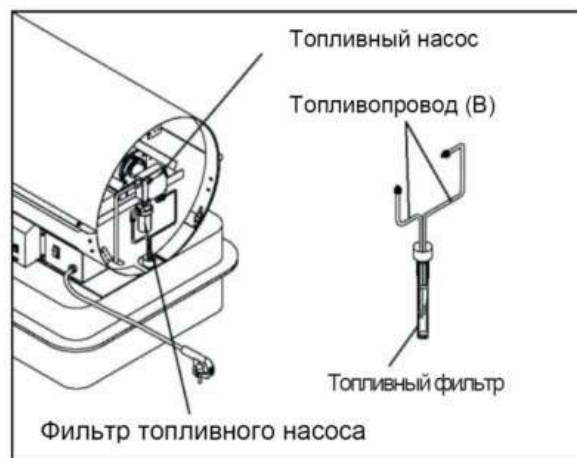

Рис. 14. Извлечение фильтра из топливного бака
- Отсоедините топливопровод (В) от топливного насоса и фильтра, используя ключ на 3/8" (см. рис.14).